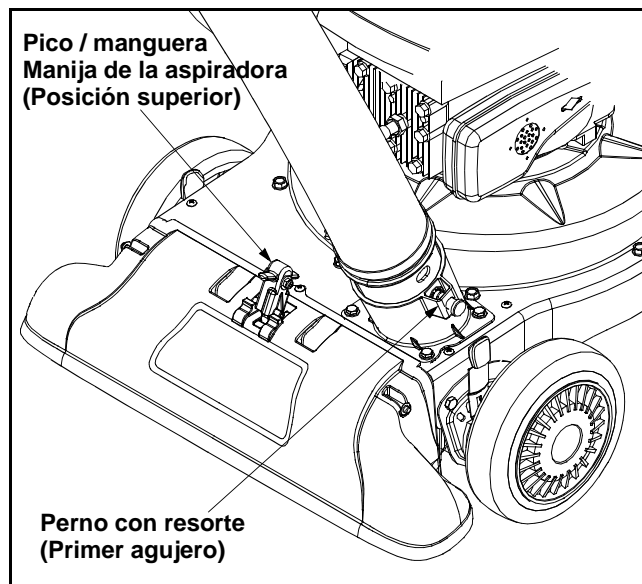

Figura 8
- Coloque la manija del pico / manguera de la aspiradora en la posición superior del pico para aspirar a través del mismo. Ver Figura 8.